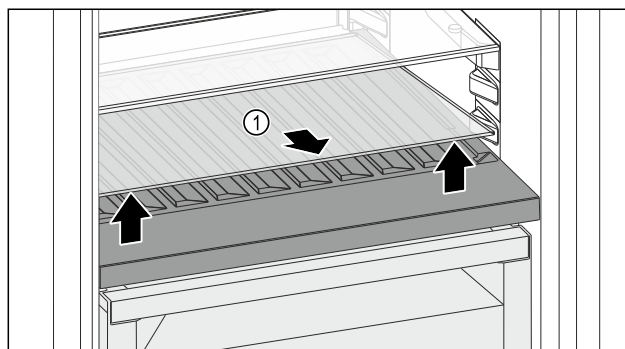

Fig. 151
- ▶ Skleněnou desku Fig. 151 (1) zvedněte za vybrání vpředu a vyjměte ji.
- ▶ Skleněnou desku Fig. 151 (1) uložte bezpečně mimo spotřebič.
- ▶ Skleněnou desku (2) vložte pod variabilní přihrádku na láhve.